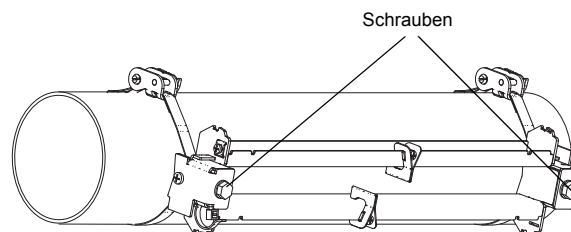

Abb. 9.44: Schiene am Rohr
- Setzen Sie die Schiene auf die Spannbandklammern (siehe Abb. 9.44).